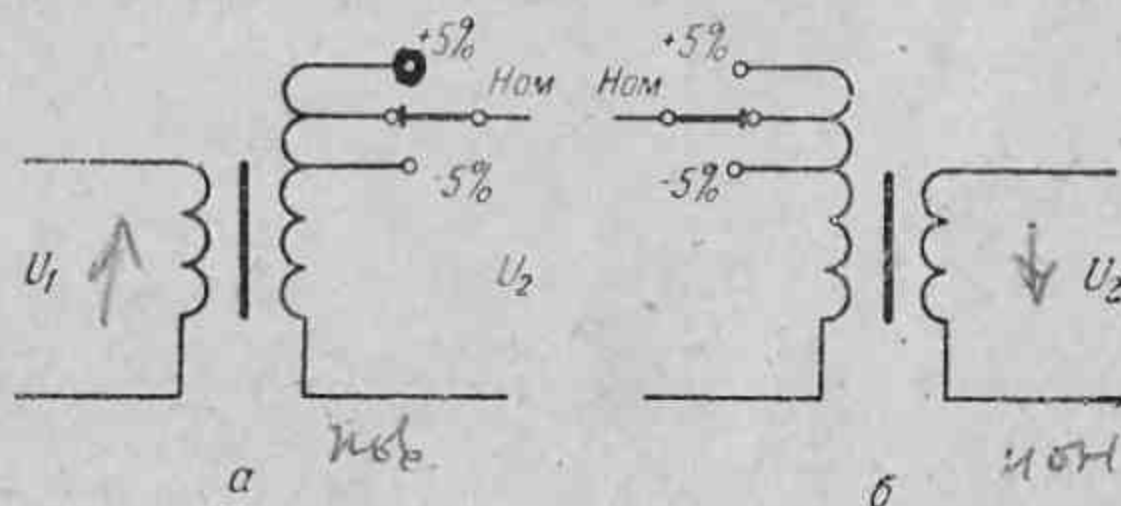

Рис. 104. Регулирование напряжения:
Первый способ — регулирование напряжения изменением числа витков вторичной обмотки (рис. 104, а) — применим в том случае, когда трансформатор используют как повышающий. К обмотке низшего напряжения (без ответвлений) подводят напряжение сети. При
Второй способ — регулирование напряжения изменением числа витков первичной обмотки (рис. 104, б) — называют регулированием напряжения изменением магнитного потока. Если пренебречь падением напряжения в обмотках трансформатора ($U_1 \approx E_1$) и принять, что напряжение сети и частота постоянны по величине, то по формуле (51) $E_1 = 4,44 f w_1 \Phi_m = \text{const}$. Тогда произведение $\Phi_m w_1 = \text{const}$, т. е. при уменьшении числа витков первичной обмотки магнитный поток увеличивается, и наоборот. Для того чтобы увеличить на 5% напряжение на зажимах вторичной обмотки, необходимо уменьшить на 5% число витков первичной обмотки, т. е. перевести переключатель из положения «Ном.» вниз на отметку «—5%».